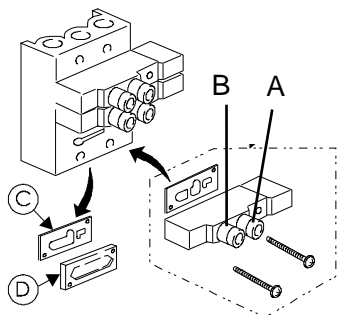

図 4
- (1) フィルタレギュレータの圧力調整ノブを回してエア圧力を 0 にし、残圧を取り除きます。
- (2) ミシン本体左側のカバーを取り外し、図 4 のように電磁弁からプランキングプレート D とパッキン C を取り外し、付属の電磁弁を取り付けます。この時、エア漏れを防ぐ為に必ず付属のパッキンを取り付けて下さい。
- (3) (2) で取り付けた電磁弁と上糸 2 段テンション装置に図 4, 5 で示すように A, B の記号を合わせて差し込みます。
- (4) エアチューブは付属の結束バンドを使用してミシン左側の配線と共に固定します。
- (2) 図 4 のように電磁弁からプランキングプレート D とパッキン C を取り外し、付属の電磁弁を取り付けます。この時、エア漏れを防ぐ為に必ず付属のパッキンを取り付けて下さい。
- (3) (2) で取り付けた電磁弁と上糸 2 段テンション装置に図 4, 6 で示すように A, B の記号を合わせて差し込みます。